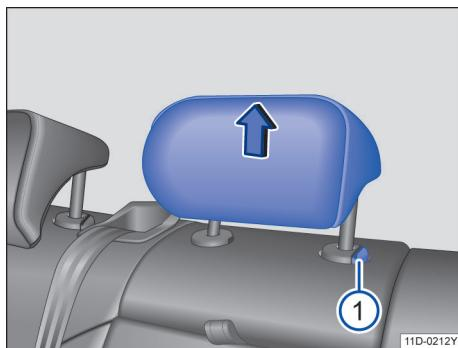

图 67 拆卸和安装后排头枕
- 按压按钮 → 图 67 ①，将头枕完全拔出。
- 按住按钮 → 图 67 ① 向下移动头枕。